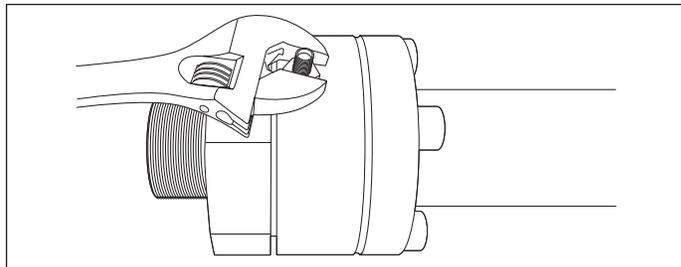

Figura 20-10
6. Instale y ajuste el adaptador macho de válvula macho de Schrader en el acoplamiento del tubo DoubleTrac®. (Figura 20-10).